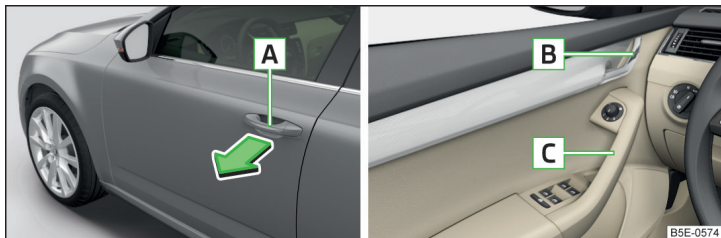

Abb. 55 Türgriff/Türöffnungshebel
- Zum **Öffnen von außen** das Fahrzeug entriegeln und am Türgriff **A** in Pfeilrichtung ziehen » Abb. 55.